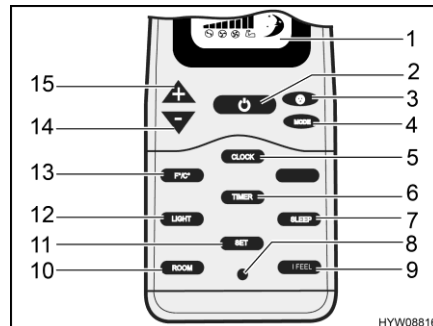
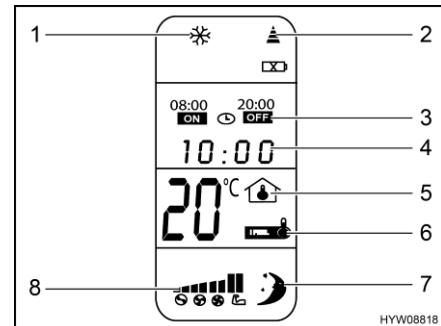

Bild 82 Fernbedienung (Klimaanlage)
Bild 83 Digitaldisplay (Fernbedienung)
- Wenn die Klimaanlage im Stand-by-Modus steht: Taste Ein/Aus (Bild 82,2) auf der Fernbedienung drücken.
- Taste Ein/Aus (Bild 82,2) auf der Fernbedienung drücken. Klimaanlage wechselt in Stand-by-Modus.
- Taste Senden (Bild 82,11) an der Fernbedienung drücken. Die Einstellungen werden gebündelt an die Klimaanlage übertragen und mit einem Signalton bestätigt.
- Taste Uhrzeit (Bild 82,5) so lange drücken, bis die Anzeige der Uhrzeit (Bild 83,4) blinkt.
- Mit den Tasten "+" (Bild 82,15) und "-" (Bild 82,14) die aktuelle Uhrzeit einstellen.